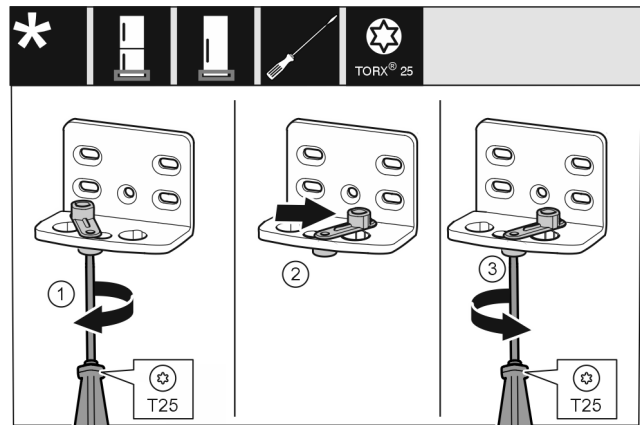

Fig. 12
- ▶ Svitare allentando la vite con il cacciavite T25. Fig. 12 (1)
- ▶ Sollevare l'ausilio di chiusura della porta e ruotarlo di 90° verso destra nel foro. Fig. 12 (2)
- ▶ Serrare la vite con il cacciavite T25. Fig. 12 (3)